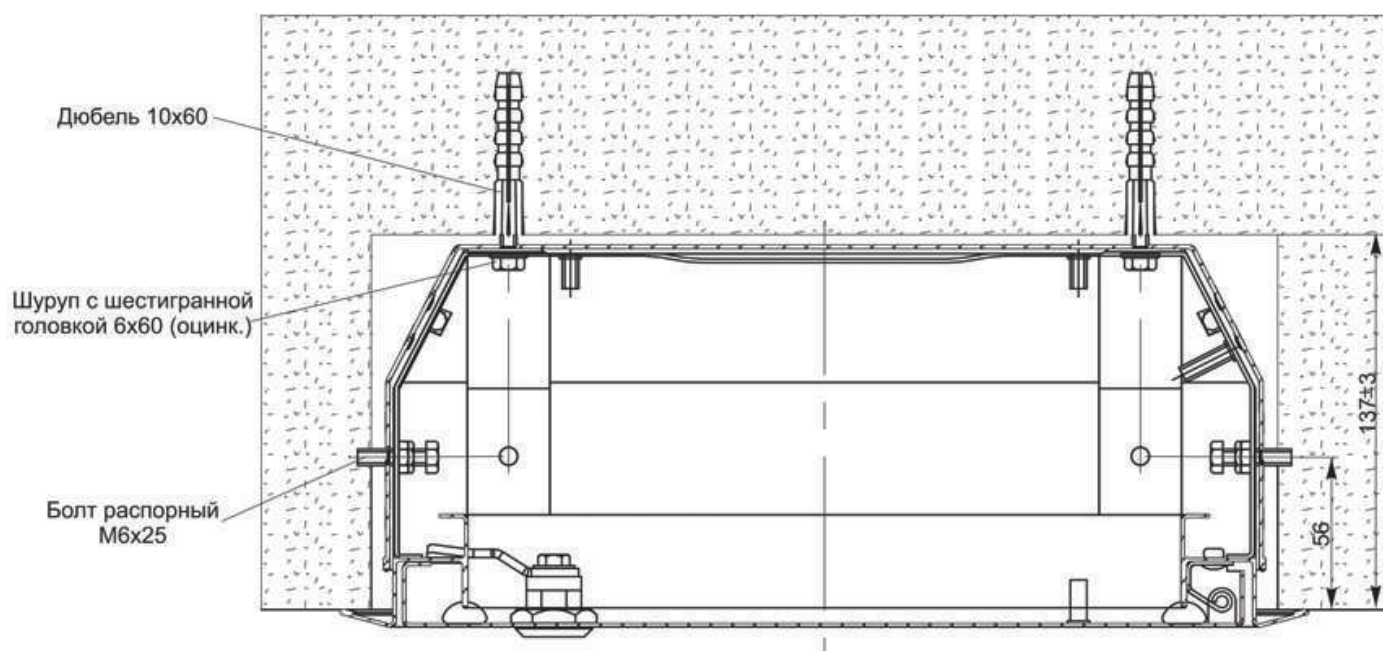

Рисунок 3 – Крепление металлокорпуса к стене
6.2 Закрепить оболочку в нише на месте эксплуатации можно двумя способами (рисунок 3):